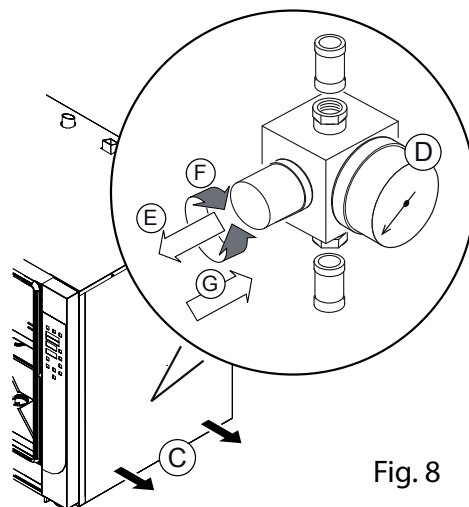

Fig. 8
- Dévisser et démonter le panneau latéral droit (Fig. 8 C)
- Vérifier la valeur sur le manomètre (Fig. 8 D) qui, pour une pression d'entrée de 2,5 bar, doit correspondre à: **Mod. 4/6** = 90 ml/minute = quantité d'eau en sortie du tube d'humidification; **Mod. 10** = 100 ml/minutes = quantité d'eau en sortie du tube d'humidification.
- Débloquer la manette de réglage : tirer légèrement (Fig. 8 E), tourner dans le sens des aiguilles d'une montre ou dans le sens inverse (Fig. 8 F) jusqu'à atteindre la pression/capacité d'eau souhaitée; puis enfoncer pour bloquer le dispositif sur les paramètres configurés (Fig. 8 G).